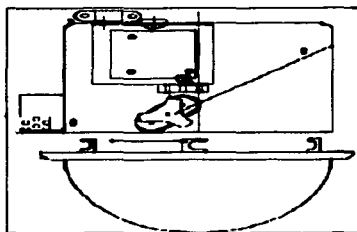

Figura 1.9 Instalación del domo.
Paso 10. En este último paso se coloca el domo y se le da vuelta para que se sujete en la base, como se muestra en la figura 1.9.